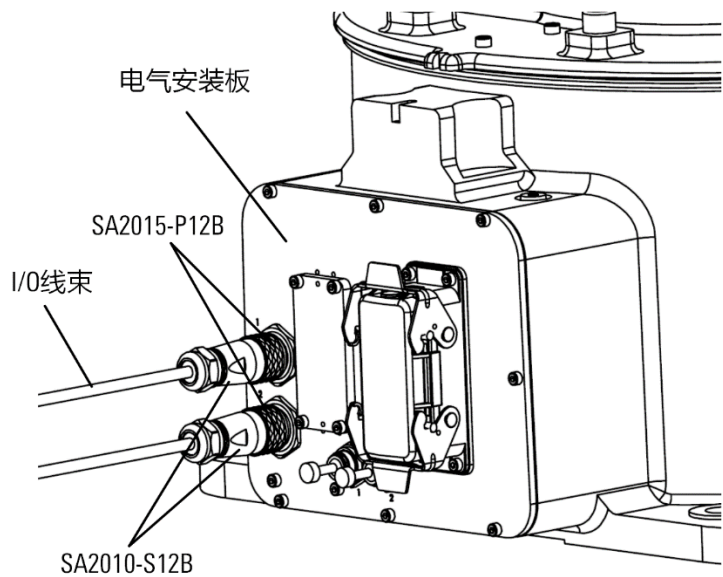

图 5-3 基座上 I/O 线束连接示意图
步骤1. 将①底座 I/O 线束一端带有 SA2010-S12B 12pin 插孔型电缆插头与电器安装板上的 SA2015-P12B 12pin 前螺母插座对插，另一端散线作为 I/O 输入端（参考图 5-3）。